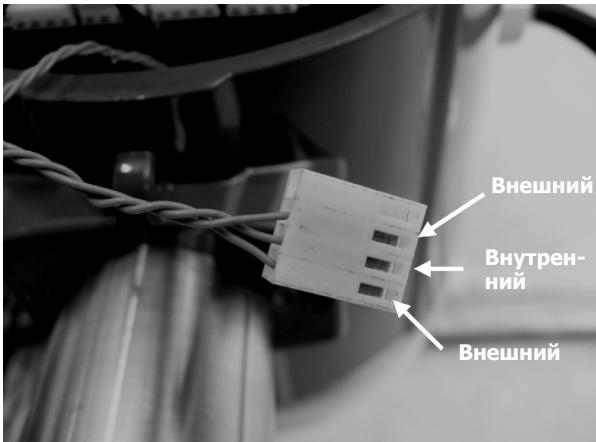

Рис. 45 Вход от датчика скорости
3. Применяя меры предосторожности для защиты от электростатических разрядов и меры предосторожности в опасных зонах, снимите крышку блока электроники. Отсоедините датчик вихрей от блока электроники. См. рис. 45. Измерьте сопротивление от каждого наружного штифта до заземления измерителя. Измерьте сопротивление от центрального штифта до земли измерителя - это должно быть заземлено на счетчике.